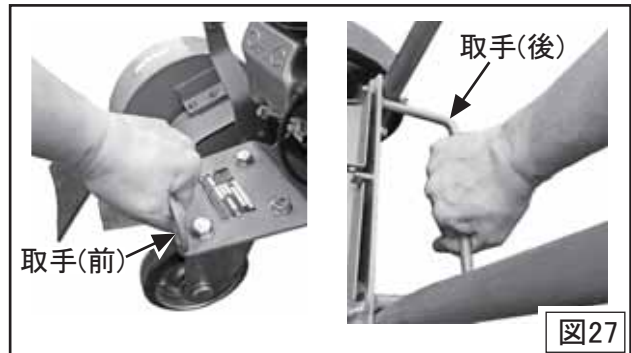

図27
- 4 取手(前・後)を使用しての積み下ろしは、必ず2人で行ってください。(図27)